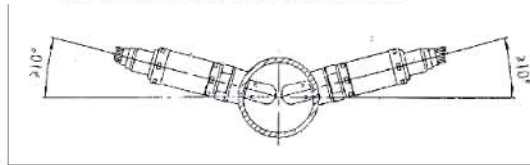

图3-16 氧传感器的安装方案
- (1) 安装点的选择标准
- (2) 推荐的安装方案及要求
- 氧传感器应当安装成跟水平面的夹角大于等于10°度(电子接插件朝上)，这样能防止冷凝水在传感器外壳与传感器陶瓷之间的积聚见图3-16。